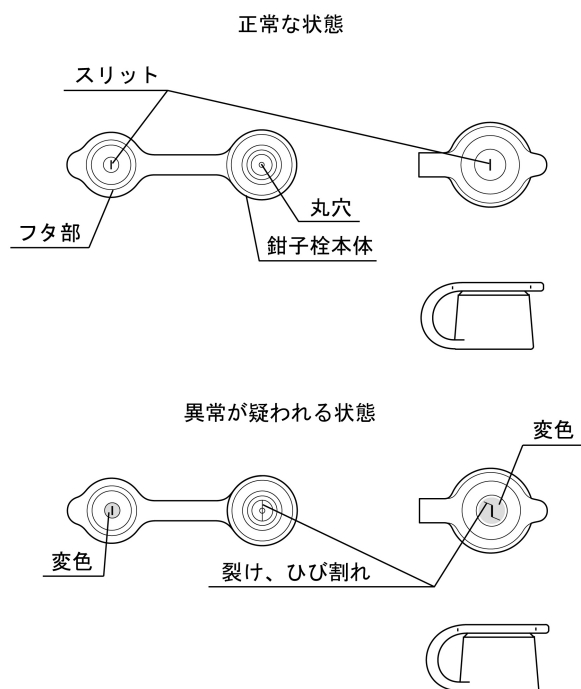

図2
10. 鉗子栓のフタ部のスリットまたは鉗子栓本体の丸穴に裂け、ひび割れ、変形、変色などの異常がないことを目視で確認すること（図2 参照）。